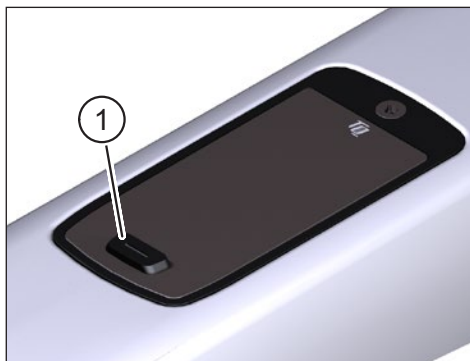

Fig. 1: Display
- ▶ Accendere il sistema Drive Unit **premendo brevemente** il pulsante (Pos. 1 in Fig. 1) sul Display.
- ▶ Spegnimento del Drive Unit **premendo a lungo** il pulsante (Pos. 1 in Fig. 1) sul Display.